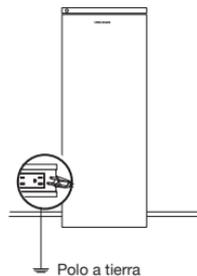

Fig. 7
- Como medida de seguridad este equipo posee una clavija con 3 terminales metálicos, una de estas para conexión con polo a tierra (Ver Fig. 7).